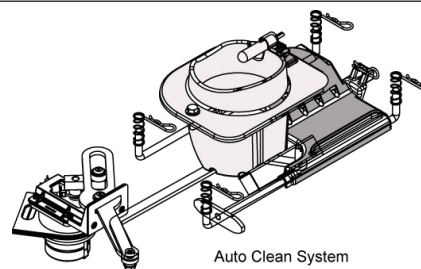

Figure 25.2
- b. Ouvrez la porte de la boîte à feu. Inspectez les ressorts de nettoyage automatique : FIG. 25.2